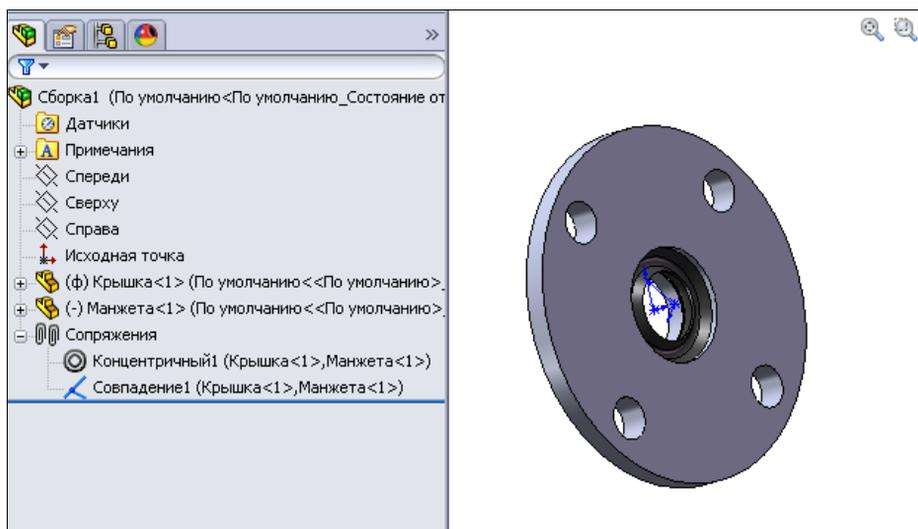

Рис. 6.23
5. Закончим создание сборки, нажав кнопку **ОК** . В результате получим крышку с манжетой в сборе, а в Дереве Конструирования в группе **Сопряжения** появятся два сопряжения —  **Концентричный1** и  **Совпадение1** (рис. 6.23).